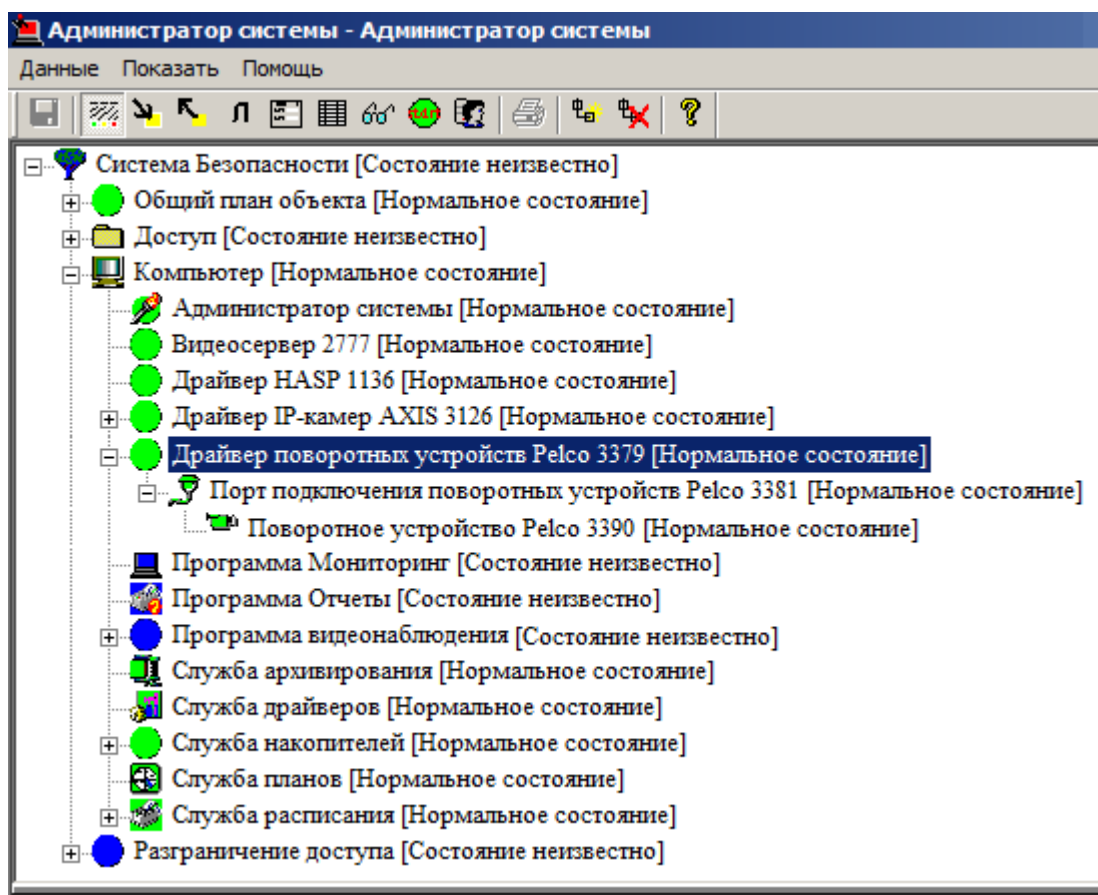

Рисунок 1 — Дерево элементов Драйвера поворотных устройств Pelco
- Запустите «Драйвер поворотных устройств Pelco» с параметром **В выделенном приложении**. По прошествии некоторого времени иконки драйвера должны поменять цвет с синего на зеленый (рисунок 1), в противном случае, проверьте заданные настройки, внесите требуемые изменения и перезапустите драйвер.